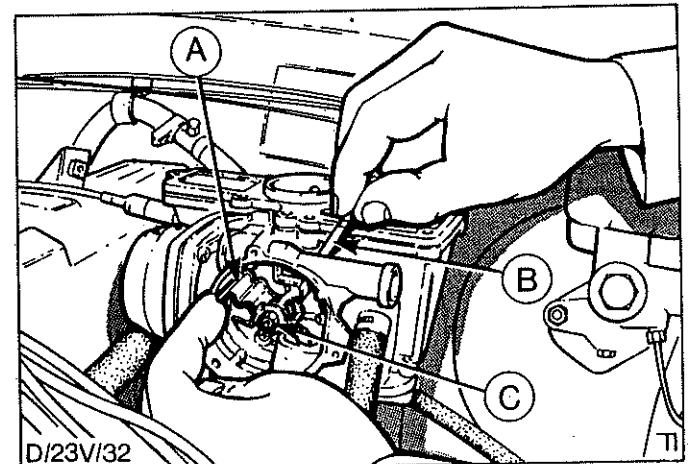

Abb.64 Startvorrichtung einstellen
- c) Spiralbohrerschaft mit vorgeschriebenem Durchmesser in die Bohrungen einsetzen. Sicherstellen, daß der Schaft fest in der Bohrung der Messingbüchse sitzt, Abb.64. Siehe Technische Daten.